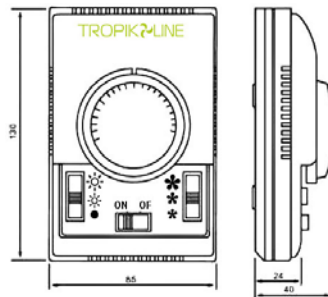

Рис. 3
5.1 Управление завесой осуществляется выносным ПДУ со встроенным в него терморегулятором (см. рис. 3), обеспечивающим автоматическое поддержание в помещении заданной Вами температуры (10 - 30°C).